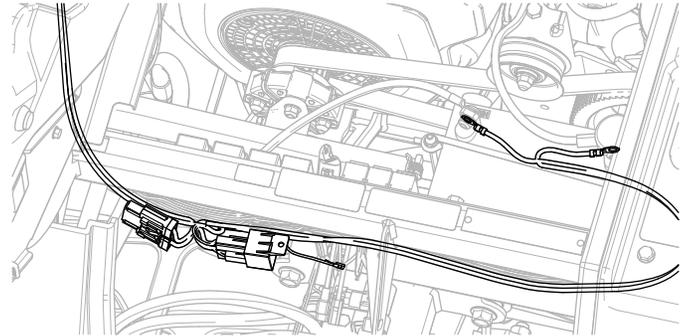

図4
1. バッテリーからスタートして、ショックアブソーバの下を、ショックサポートチューブに沿って電源ハーネスを配設する 図4。